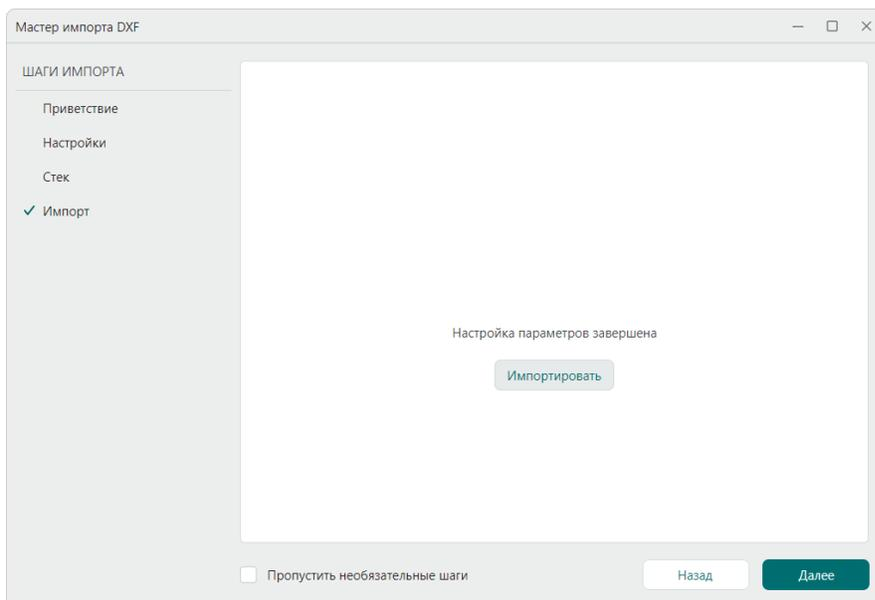

Рис. 97 Запуск импорта
7. Для запуска процесса импорта нажмите кнопку «Импортировать», см. Рис. 97.